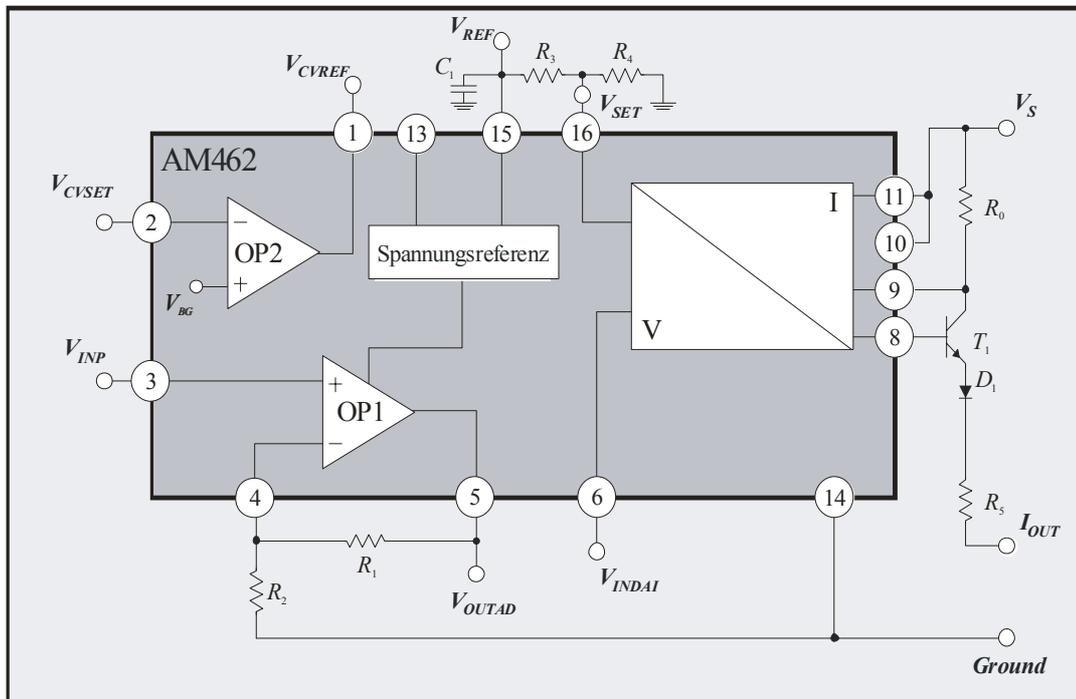
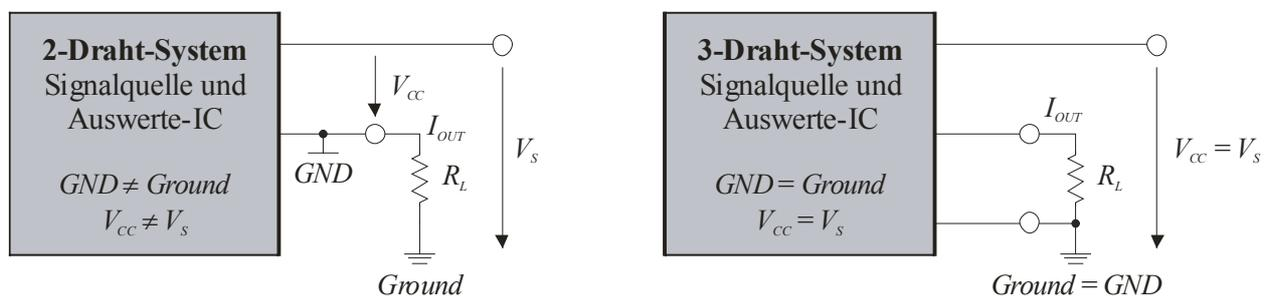
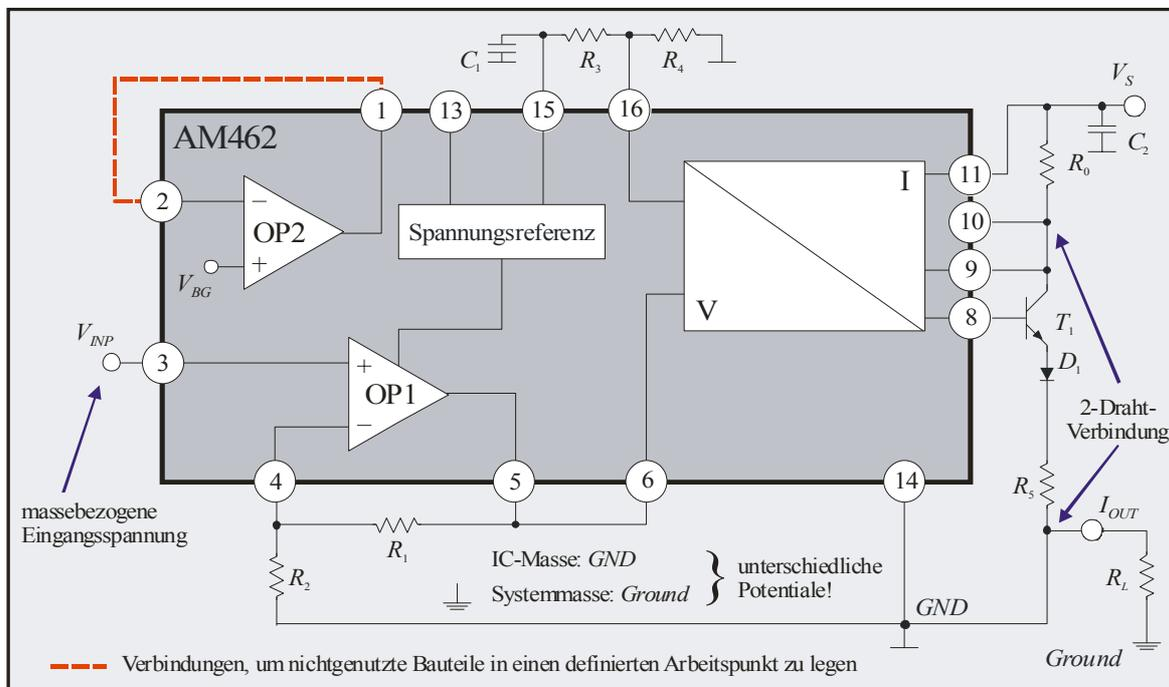

Abbildung 2: Prinzipschaltbild AM462 mit externen Bauelementen (3-Draht-Schaltung)
Abbildung 3: Unterschied 2- und 3-Draht-Betrieb
Abbildung 8: Typische 2-Draht-Anwendung für massebezogene Eingangssignale
Der AM462 ist ein modular aufgebautes, universelles U/I-Wandler- und Schutz-IC, welches speziell für die Aufbereitung von massebezogenen Spannungssignalen entwickelt wurde. Durch seine Konzeption ist er für industrielle Anwendungen sowohl für den 3-Draht- als auch für den 2-Draht-Betrieb geeignet (vgl. Abbildung 8). Die Funktion des AM462 wird anhand des Blockschaltbildes (Abbildung 2) erläutert, das auch die wenigen externen Bauteile aufzeigt, die für den Betrieb des AM462 nötig sind.
Der AM462 besteht aus mehreren modularen Funktionsmodulen (OPs, V/I-Konverter und Referenzen), die durch externe Verknüpfungen zusammengeschaltet oder separat betrieben werden können (siehe Grundschialtung in Abbildung 2):
Pin *SET* kann ein Offsetstrom I_{SET} am Ausgang I_{OUT} eingestellt werden (z.B. mit Hilfe der internen Spannungsreferenz und einem externen Spannungsteiler wie in Abbildung 2 dargestellt). Der externe Widerstand R_0 ermöglicht bei gleichzeitigem Betrieb von Strom- und Spannungsausgang eine Feinjustage des Ausgangsstromes. Für den durch T_1 verstärkten Ausgangsstrom I_{OUT} gilt die Beziehung
Im 3-Draht-Betrieb (vgl. Abbildung 3 rechts und Abbildung 7) wird der Masseanschluß des ICs (Pin GND) mit der von außen zugeführten Systemmasse $Ground$ verbunden. Die System-Versorgungsspannung V_S wird an Pin VCC angeschlossen und Pin VCC mit Pin $RS+$ verbunden.
Im 2-Draht-Betrieb (vgl. Abbildung 3 links und Abbildung 8) wird die System-Versorgungsspannung V_S an den Pin $RS+$ angeschlossen und der Pin VCC mit Pin RS verbunden. Der Masseanschluß des IC (Pin GND) wird am Knotenpunkt zwischen dem Widerstand R_S und dem Lastwiderstand R_L (Stromausgang I_{OUT}) kontaktiert. Damit ist die Masse GND des ICs **nicht** gleich der Systemmasse $Ground$!!! Das Ausgangssignal wird über dem Lastwiderstand R_L abgegriffen, der den Stromausgang I_{OUT} mit der Systemmasse verbindet.
Der Grund dafür ist, daß das IC im 2-Draht-Betrieb zum eigentlichen Lastwiderstand R_L in Reihe geschaltet ist. In Abbildung 3 ist dieser Sachverhalt graphisch dargestellt.
Bei Nutzung der Verstärkerstufe OP1 zusammen mit dem V/I-Konverter zur Spannungs/Stromwandlung sollte zunächst ein Offset-Abgleich des Ausgangsstroms durch geeignete Wahl der Widerstände R_3 und R_4 durchgeführt werden. Dazu muß der Eingang von OP1 auf Masse gelegt werden ($V_{INP} = 0$). Mit dem Kurzschluß am Eingang und einer Beschaltung des Pins $VSET$ des V/I-Konverters nach Abbildung 2 ergibt sich für den Ausgangsstrom nach Gleichung 2:
1. Zum Betrieb des AM462 muß **immer** die externe Kapazität C_1 (hochwertige Keramikkapazität) kontaktiert werden (vgl. Abbildung 2). Es ist zu beachten, daß der Wert der Kapazität auch über den Temperaturbereich nicht den Wertebereich in den Randbedingungen auf Seite 6 verläßt. Im 2-Draht-Betrieb ist zusätzlich die Keramikkapazität C_2 zu verwenden (vgl. Abbildung 8).
Im 2-Draht-Betrieb (vgl. Abbildung 8) wird die System-Versorgungsspannung V_S an den Pin $RS+$ angeschlossen und der Pin VCC mit Pin $RS-$ verbunden. Der Masseanschluß des IC (Pin GND) wird am Knotenpunkt zwischen dem Widerstand R_5 und dem Lastwiderstand R_L (Stromausgang I_{OUT}) kontaktiert. Damit ist die Masse des IC (GND) **nicht** gleich der Systemmasse ($Ground$)!!! Das Ausgangssignal wird über dem Lastwiderstand R_L abgegriffen, der den Stromausgang I_{OUT} mit der Systemmasse verbindet.